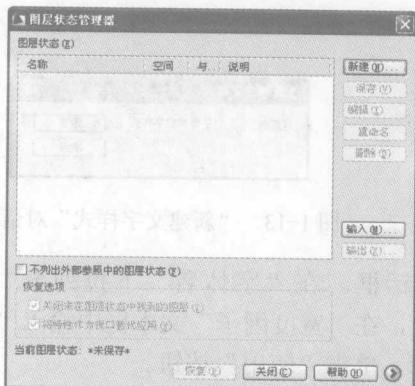

图 1-8 “图层特性管理器”对话框
1) 单击“图层特性管理器”对话框左上方的  按钮，弹出如图 1-8 所示的“图层状态管理器”对话框。